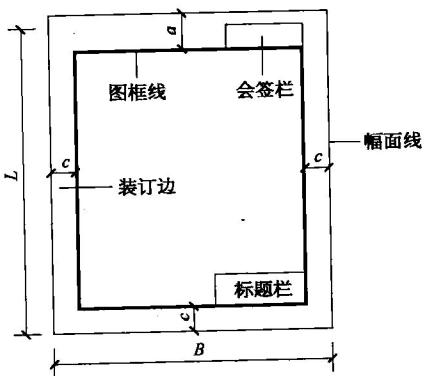
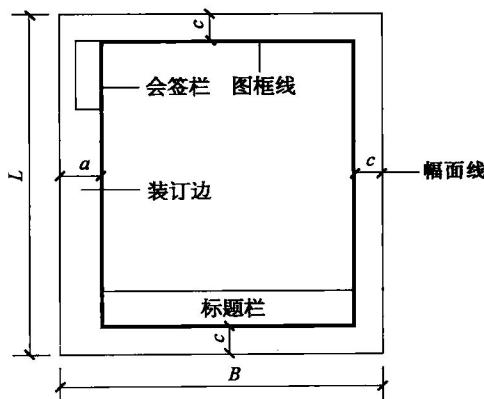

图 1.2.2 A0~A3 立式幅面
图 1.2.3 A4 立式幅面
② 立式使用的图纸应按图 1.2.2、图 1.2.3 的形式布置。